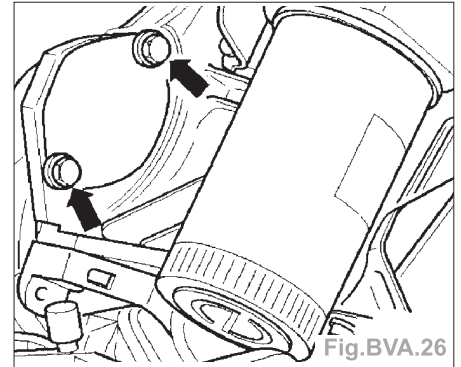

Fig.BVA.26
- Déposer les vis (flèches) de la tôle de recouvrement (Fig.BVA.26).